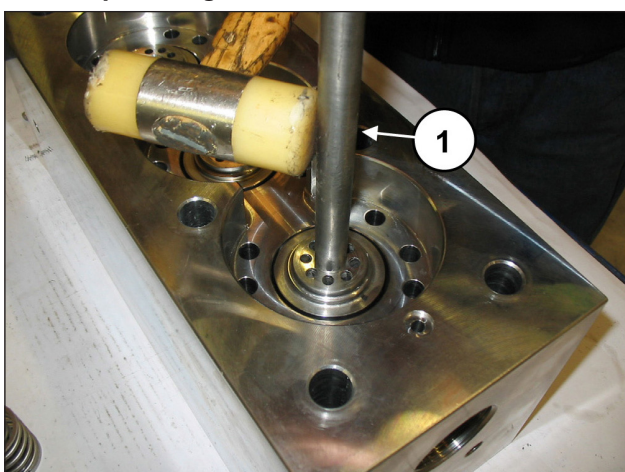

Fig. 102
**Si las sedes de la válvula están bloqueadas en la cabeza debido a los depósitos de cal o al óxido, desbloquearlas introduciendo la herramienta adecuada (cód. 034300020) en el orificio de envío (pos. ①, Fig. 102).**